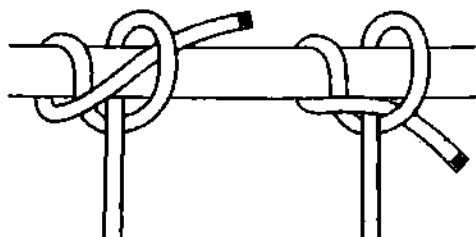

Рис. 664. *Лисельный фаловый узел.* Ходовой конец пропускается под коренной обнос как у *пикетного узла.*
**Лисельный фаловый узел** – это ещё один вариант закрепления ходового конца в **зигзаговом узле** (рис. 664). Узел предназначен для постоянной тяги, он быстро вяжется и легко развязывается. **Лисельный фаловый узел** на мягкой верёвке держит очень хорошо – на ней он переносит даже рывки и переменные нагрузки. На жёсткой верёвке при неравномерной и сильной тяге узел протравливает. **Лисельным фаловым узлом** можно временно связать тонкую верёвку с толстой.